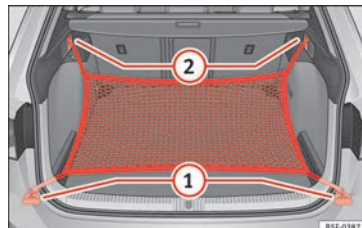

Fig. 178 En el maletero: argollas ① y ganchos ② para enganchar la bolsa de red (modelo LEON ST).
- Fije los ganchos cortos de la red en las argollas de amarre » » » **fig. 178** ① » » » ⚠. La cremallera de la bolsa tiene que quedar hacia arriba.
- Fije las cintas en los ganchos para colgar bolsas ②.